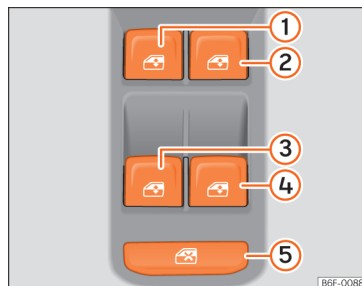

Abb. 147 Ausschnitt der Fahrertür: Tasten zum Bedienen der elektrischen Fensterheber
Mit dem Sicherheitsschalter »» » **Abb. 147**  in der Fahrertür können die Fensterheber-Tasten in den hinteren Türen außer Funktion gesetzt werden.
Die Tasten »» Abb. 147 ①, ②, ③ und ④ haben zwei Stufen zum Öffnen und zwei zum Schließen des Fensters. Dadurch ist es einfa-